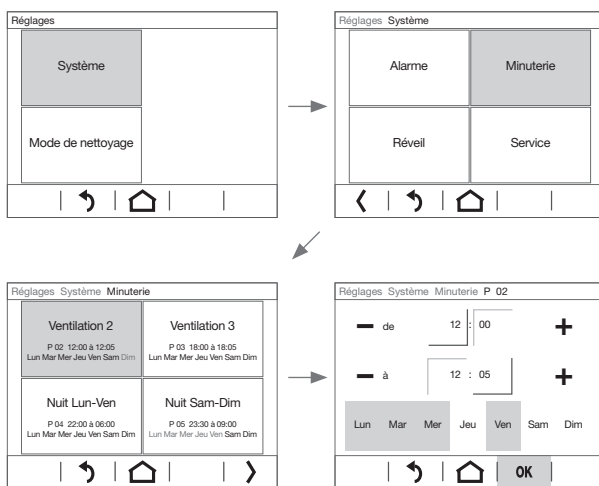

Figure 6 : modification d'une période
### Réglage de l'horloge (figure 6)
Le menu **Minuterie** permet de modifier jusqu'à 16 périodes récurrentes avec point de départ et d'arrêt réglables. Chaque période est affectée à une fonction automatique, par ex. coupure de nuit Lu-Ve de 22:00 à 06:00 (figure 6). Cette période peut être affectée à un, deux, ... tous les jours de la semaine.
- Avec , accéder au menu **Réglages**, sélectionner **Système** et **Minuterie**. L'affichage bascule dans le menu Horloge. Les périodes programmées s'affichent (figure 6).